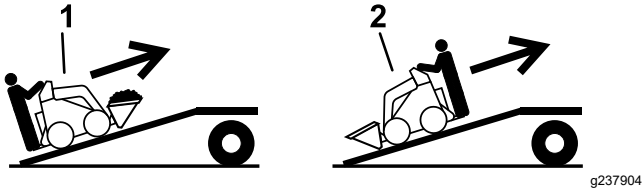

Figura 18
- Carregue a máquina para o atrelado com a extremidade pesada para cima na rampa, carregando as cargas em baixo (Figura 18).